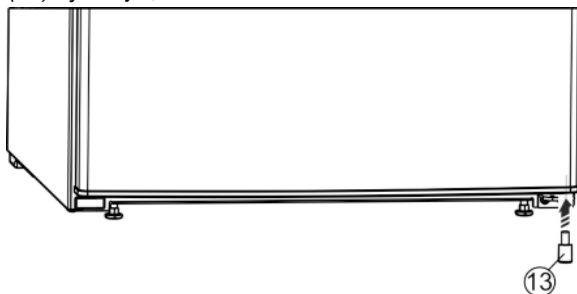

Fig. 11
- Distanční vložku Fig. 11 (13) opět vsad'te vpravo dole do dveří; je důležitá pro stabilitu přístroje.